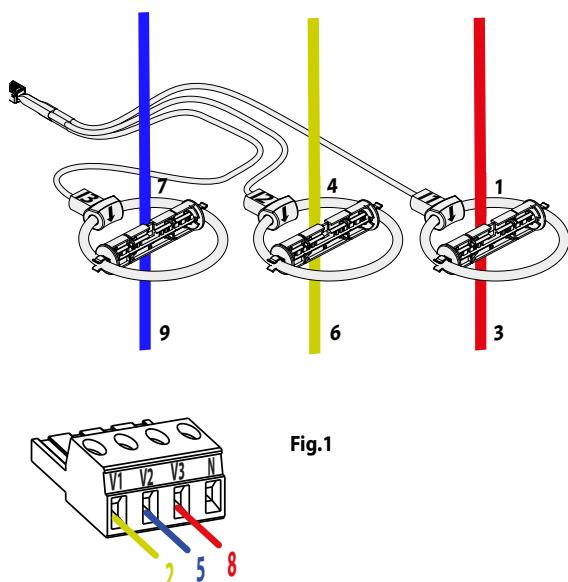

Fig.1
come indicato in Fig.1
as shown in Fig.1
comme indiqué sur la Fig.1
**1.3 4.6 7.9**, wie in Fig.1
como se muestra en la Fig.1